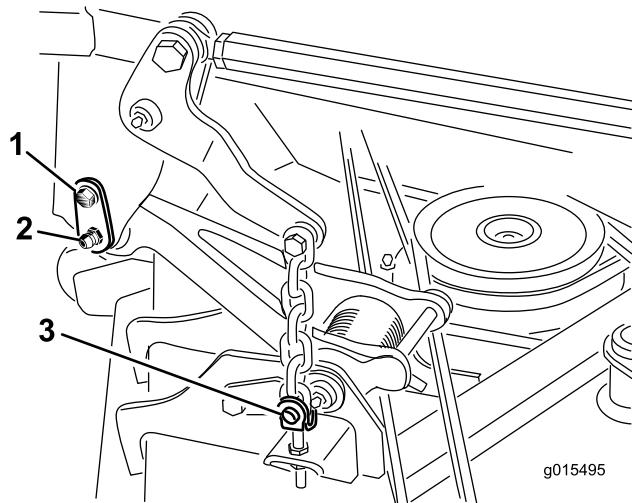

Figura 1
- Retire el tornillo de cuello largo que sujeta el pasador de retención al bastidor de tiro (Figura 1).
- Retire los 4 pasadores de anilla y las chavetas que sujetan las cadenas de elevación de la carcasa a las horquillas de ajuste de la carcasa de corte (Figura 1).